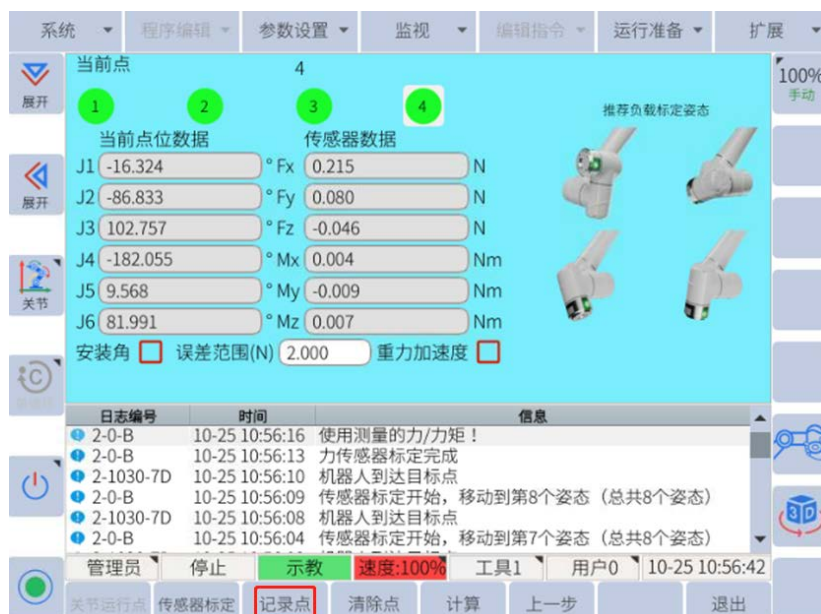

图6-39: 记录点
- 点击 1，进入点位 1（默认）的姿态调节界面，按住伺服，通过转动关节（主要是 4、5、6 关节，用于改变机器人末端的姿态）至合理姿态，点击底部菜单栏中的记录点（如图 6-39 所示）。
- (b) 点击2，进入点位2的姿态调节界面，按住伺服，通过转动关节（主要转动4、5、6关节，用于改变机器人末端的姿态）至合理姿态，点击底部菜单栏中的记录点（如图6-39所示）。